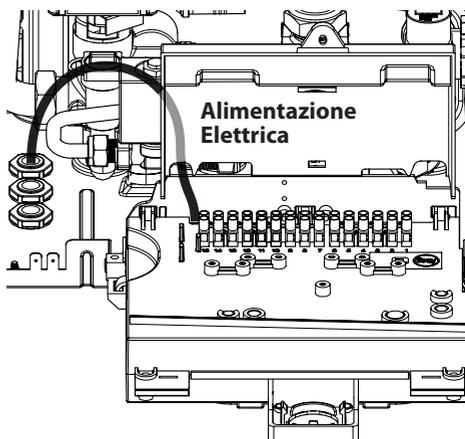

Figura 5.43
- Collegare il cavo di alimentazione elettrica all'interruttore onnipolare rispettando la corrispondenza della linea (filo marrone) e del neutro (filo azzurro) Figura 5.43.